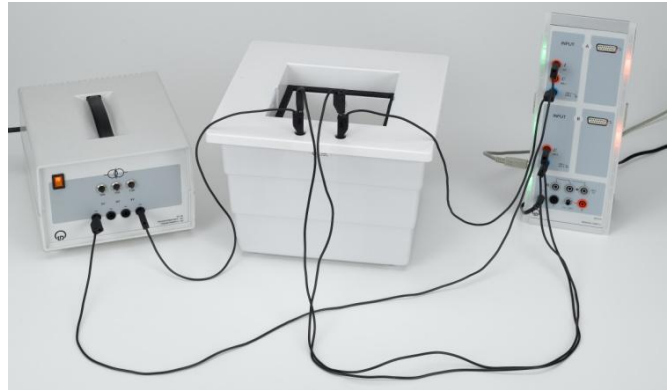

Abb. 2. Bestimmung der Leistung des Plattenheizers.
Der Versuchsaufbau ist in Abb. 2 dargestellt.
- Den Transformator und die Wärmemesskammer an das Sensor-CASSY gemäß Abb. 2 zur Spannungs- und Strommessung anschließen.